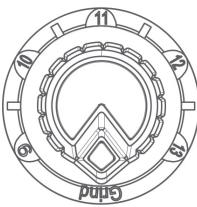

Abb. 1A
Funktionsmodus (Abb. 1A)
- Mit Einstelltaste in der Abbildung 1A können Sie die Betriebsfunktion des Schweißhelms zum Schliff (grind) einstellen. Um der Schliff zu erleichtern, wird der Filter nicht verdunkelt.